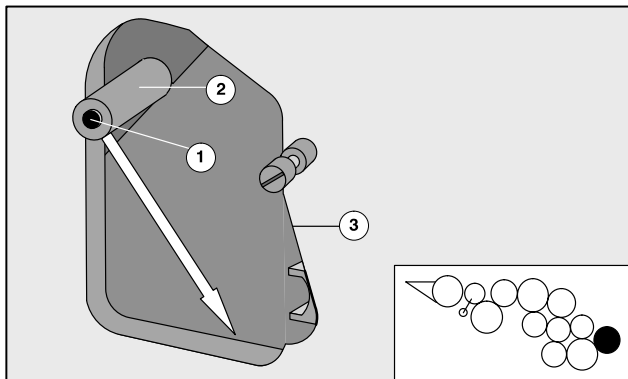

図9 第3インキ着けローラの取り外し
- ❶ 第1印刷ユニットの操作側カバーを開きます。
- ❷ ブラケット洗浄装置を取り外します。
- ❸ 付属のホルセットレンチでネジ(図9/❶)を完全に緩めます。
- ❹ インキ着けローラのシャフトからスリーブ(図9/❷)を抜き取ります。
- ❺ インキ着けローラのシャフトを持って、矢印の方向に下げます。
- ❻ ローラを注意深くシャフトから抜き取ります。このとき、サイドフレームの穴(図9/❸)でローラを損傷しないように注意してください。